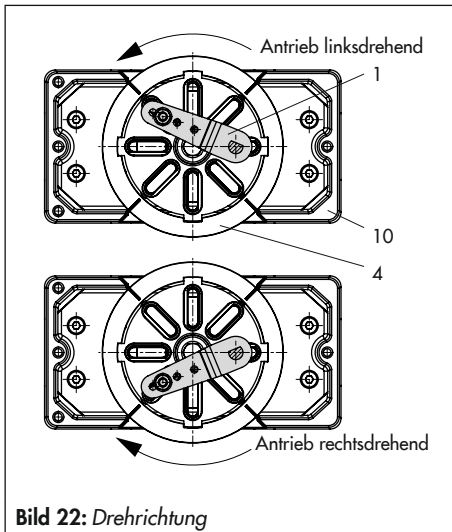

Bild 22: Drehrichtung
1. Mitnehmer (3) auf die geschlitzte Antriebswelle oder das Distanzstück (5) stecken.
2. Kupplungsrad (4) mit flacher Seite zum Antrieb hin auf den Mitnehmer (3) stecken. Dabei den Schlitz so ausrichten, dass er bei Schließstellung des Ventils mit der Drehrichtung nach Bild 22 übereinstimmt.
4. Die beiden unteren Winkel (10.1) je nach Antriebsgröße mit Abwinkelung nach innen oder außen am Antriebsgehäuse festschrauben. Obere Winkel (10) ansetzen und verschrauben.
5. Anschlussplatte (6) oder Manometerhalter (7) mit Manometern am Stellungsregler montieren, auf richtigen Sitz der beiden Runddichtringe achten. **Bei doppelt-**
6. Am Hebel **M** (1) des Stellungsreglers den Standard-Abtaststift (2) herausschrauben. Den blanken Abtaststift ($\text{\O}5$ mm) aus dem Anbausatz verwenden und in der Bohrung für Stiftposition **90°** fest verschrauben.
7. Stellungsregler auf die oberen Winkel (10) aufsetzen und festschrauben. Dabei den Hebel (1) so ausrichten, dass er unter Berücksichtigung der Drehrichtung des Antriebs mit seinem Abtaststift in den Schlitz des Kupplungsrad (4) eingreift (Bild 22). Es muss in jedem Fall gewährleistet sein, dass bei halbem Drehwinkel des Schwenkantriebs der Hebel (1) parallel zur Längsseite des Stellungsreglers steht.
1. Gehäuse (10) am Schwenkantrieb montieren. Bei VDI/VDE-Anbau ggf. die Distanzstücke (11) unterlegen.
2. Bei **SAMSON-Schwenkantrieb Typ 3278 und VETEC S160** den Adapter (5) am freien Wellenende des Schwenkantriebs verschrauben, bei **VETEC R** den Adapter (5.1) aufstecken. Bei **Typ 3278, VETEC S160 und VETEC R** Adapter (3) aufstecken, bei **VDI/VDE-Ausführung** nur wenn für Antriebsgröße erforderlich.
4. Kupplung (4) auf die geschlitzte Antriebswelle oder den Adapter (3) stecken und mit Schraube (4.1) und Tellerfeder (4.2) festschrauben.
5. Am Hebel M (1) des Stellungsreglers den Standard-Abtaststift (2) herausschrauben. Den Abtaststift ($\varnothing 5$ mm) aus dem Anbausatz an Stiftposition 90° verschrauben.
6. Ggf. Manometerhalter (7) mit Manometern oder bei erforderlichen Anschlussgewinde $G \frac{1}{4}$ die Anschlussplatte (6) montieren, auf richtigen Sitz der beiden Dichtringe (6.1) achten. Bei doppelwirkenden federlosen Schwenkantrieben wird ein Umkehrverstärker für den Anbau am Antrieb benötigt, vgl. Kap. 5.9.
8. Stellungsregler auf das Gehäuse (10) setzen und festschrauben. Dabei den Hebel (1) so ausrichten, dass er unter Berücksichtigung der Drehrichtung des Antriebs mit seinem Abtaststift in den entsprechenden Schlitz eingreift (Bild 22).